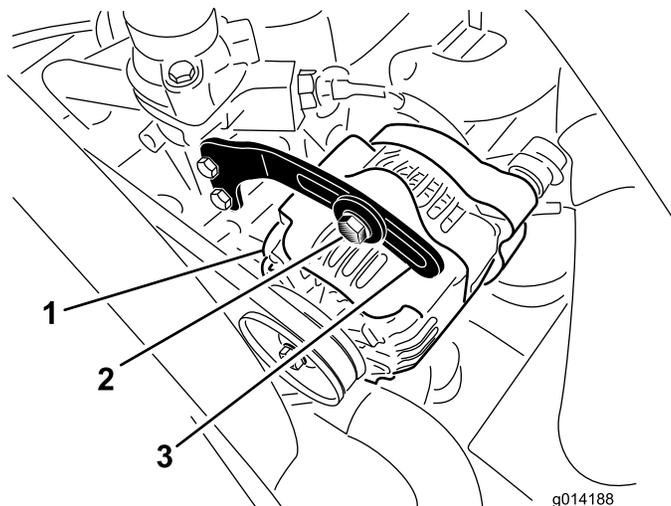

Figura 38
2. Verifique a tensão da correia do alternador, premindo-a (Figura 38) até metade entre as polias do alternador e do cárter com uma força de 10 kg.
3. Desaperte o parafuso que prende o suporte ao alternador (Figura 38) e o parafuso da articulação do alternador.